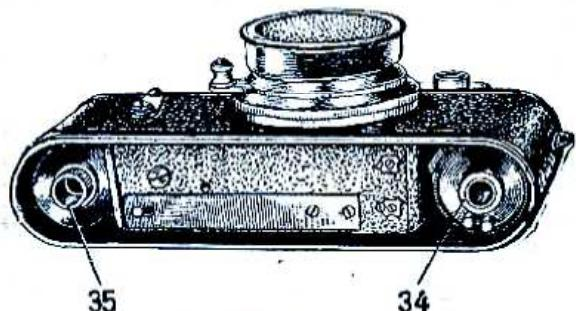

Рис. 3.
34. Кассета (рис. 3, 6, 7, 8)
- 85. Приемная катушка (рис. 3, 6, 7, 8)